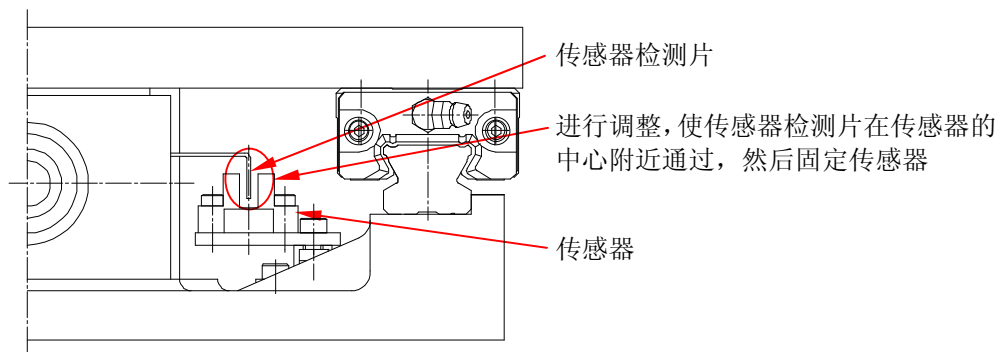

图 4 传感器安装图
- 调整传感器位置时，应进行固定，确保传感器检测片不会接触传感器。请参见图 4。